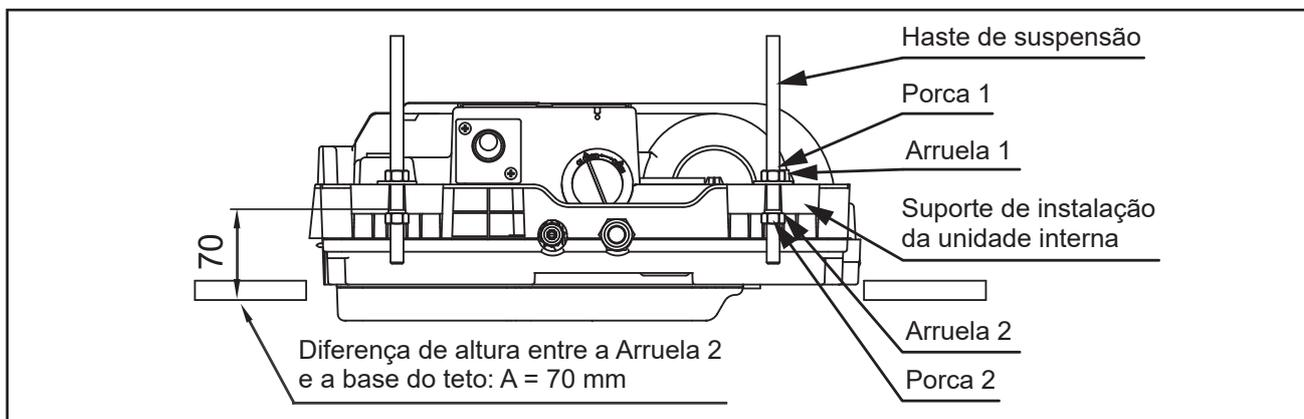

FIG. 20
3. Prenda as hastes de suspensão nos ganchos, suspenda a unidade e inicie o ajuste do nivelamento da unidade com as arruelas e as porcas sextavadas (Fig.20).
- Ajuste a altura da porca 2 para que a diferença entre a superfície superior da arruela 2 e a base do teto seja de 70mm ("A" - Fig.20).